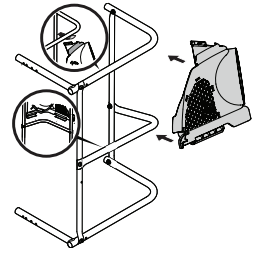

Figura 7
8. Ajuste la ventilación de la bolsa (731-12351B) en su lugar, rotando y posicionando la lengüeta superior como se ilustra en la Figura 7, enganchedo luego la parte inferior al tubo de montaje de la ventilación de la bolsa (véase el recuadro inferior Figura 7).